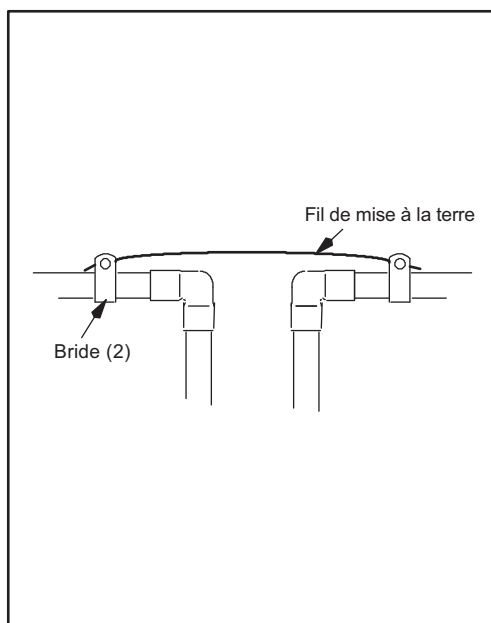

FIG. 6
REMARQUE : Si vous établissez une connexion de mise à la terre, tel qu'illustré à la Figure 6, placez le collier sur les tubes avant de souder (cf. Étape 7a).
a. Reliez les sections enlevées de la conduite d'eau principale avec un fil de cuivre de calibre 4, fixé solidement à chaque extrémité (cf. Figure 6). Pièces non comprises.